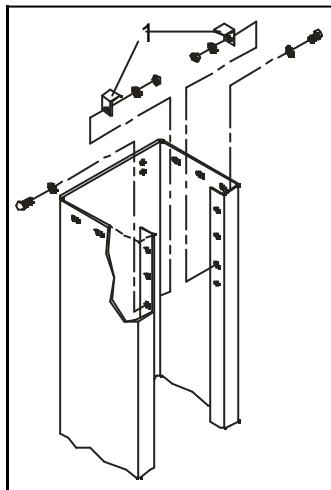

Fig.37
7 - Prendere la colonna laterale servizio e montare i due parti colari appoggiate sul superiore (Rif.1 Fig.37) utilizzando per ciascuno una vite TE M10x25 con dado esaagonale e due rondelle di piastre.
7 - Mount the two special "upper beam supports" (ref. 1, fig.37) on the service side post, using HH screws M10x25, Hex. nuts and flat washers.